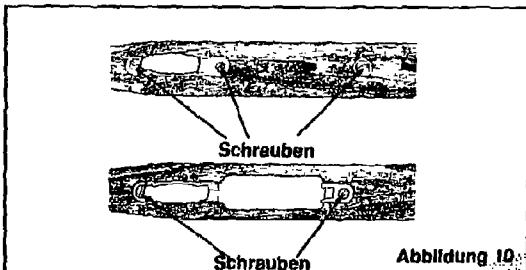

Abbildung 10
- 4 Die Schrauben von dem Abzugschutz entfernen. Siehe Abbildung 10.